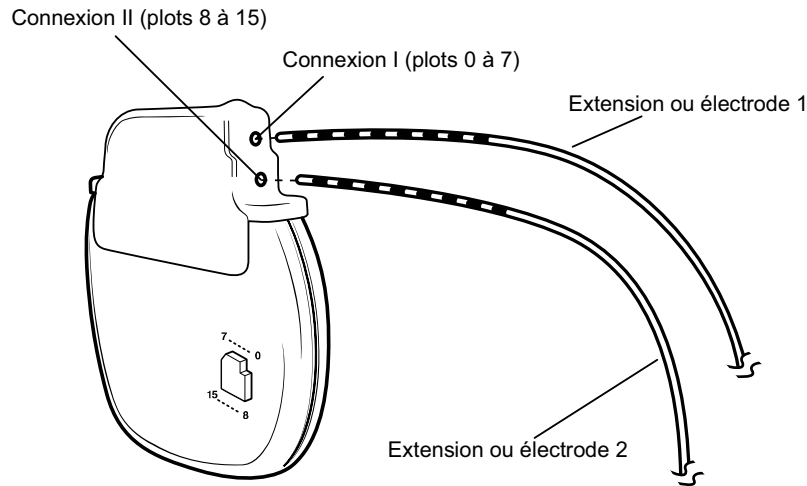

Figure 1. Insertion à fond des broches du connecteur d'extension ou d'électrode dans le neurostimulateur.
3. Insérer les broches appropriées du connecteur d'extension ou d'électrode dans la borne correspondante du neurostimulateur ; elles doivent être bien en place dans le bloc connecteur (Figure 1).